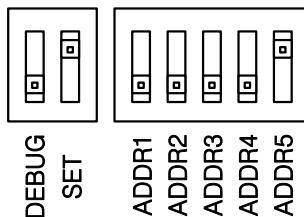

图 6-1-1 设置模式接线图
(1) 进入设置模式：将控制器工作模式设置拨码开关 SET 位拔到 ON，重新给控制器上电，使控制器进入设置模式，如图 6-1-1 所示。该模式下，RUN 灯熄灭，控制器内部的用户程序暂停运行。